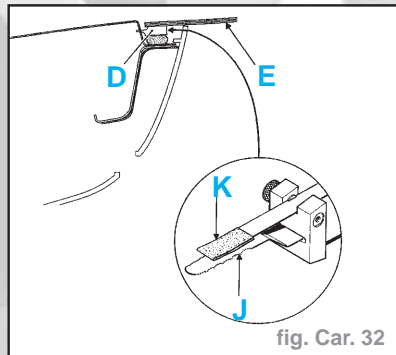

fig. Car. 32
Rappel : pour déposer les vitrages surmoulés comme cette glace de custode (E), il faut utiliser une lame (J) spécifique WK24ZR qui n'agresse pas le surmoulage (D) de la glace (fig. Car. 32).